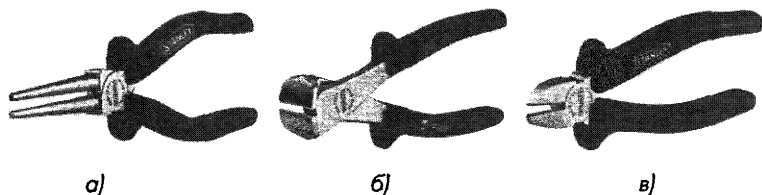

Рис. 1.16. Круглогубцы (а), кусачки торцовые (б) и боковые (в)
- круглогубцы (рис. 1.16а). Первые – размером 40–50 мм, тонкие, диаметром 1,5 мм у концов и 5 мм у основания губок. Ими удобно изгибать проволочные выводы деталей с радиусом от 0,75 до 2,5 мм. Вторые – размером 150 мм, с насечкой на сходящихся поверхностях губок. Диаметр губок у концов – 3–3,5 мм, у оснований – 7–8 мм. Такие круглогубцы используются при монтаже оголенным проводом диаметром 1,5–2 мм. Ими удобно делать кольца на конце провода для крепления под гайку;
- кусачки торцовые и боковые («бокорезы»). Размер – 100–130 мм. Отметим, что торцовые кусачки более прочны. Их размер может составлять 150–200 мм (рис. 1.16б,в);